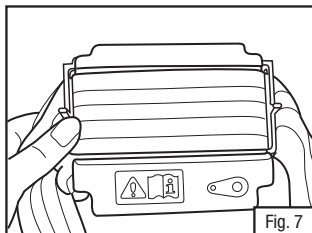

Fig. 7
2. Entrelace el cinturón a través de la cubierta posterior y coloque la cubierta trasera en la parte trasera del ensamblado del transportador de filtro. (Fig. 7).